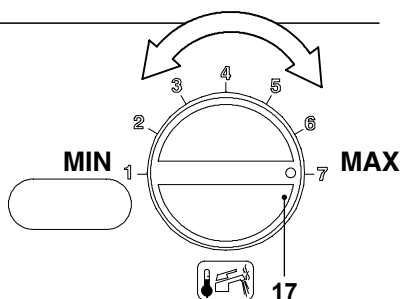

Figura 9.23
- La potenza termica del riscaldamento può essere variata ruotando la manopola regolazione temperatura sanitaria 17 indicata in Figura 9.23.